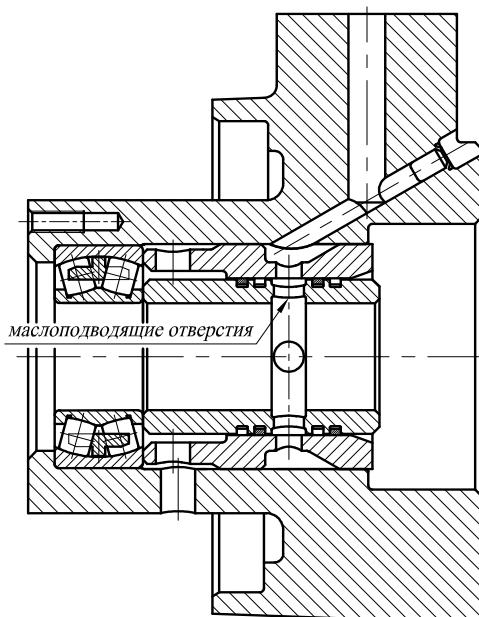

Рис. 14. Установка распорных втулок в
3. Установку распорных втулок в корпус привода необходимо проводить, как показано на рис. 14, чтобы обеспечить совпадение маслоподводящих отверстий.